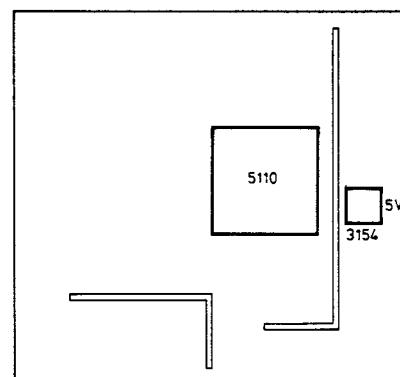

Bild 24
D. EINSTELLUNGEN AN DER VERSORGUNGSPLATINE PS25 (siehe Bild 24)**1. Versorgungsspannung +5V**